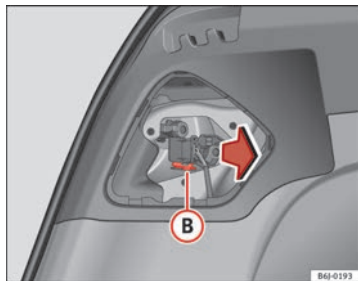

Fig. 170 Smontaggio del portalampada
- Smontare il portalampada premendo sul clip di fissaggio (B) ⇒ fig. 170 ed estrarlo all'esterno.